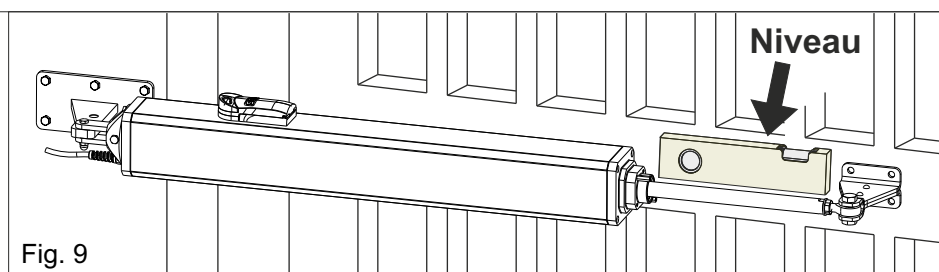

Fig. 9
- Pour un bon fonctionnement il est important de positionner tant l'opérateur que les supports postérieur et antérieur de façon parfaitement horizontale, en utilisant le niveau comme en Fig. 9